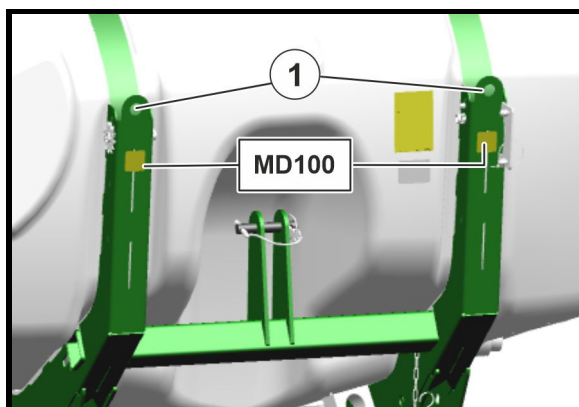

Рис. 4
- одна точка строповки сзади (Рис. 4/1),